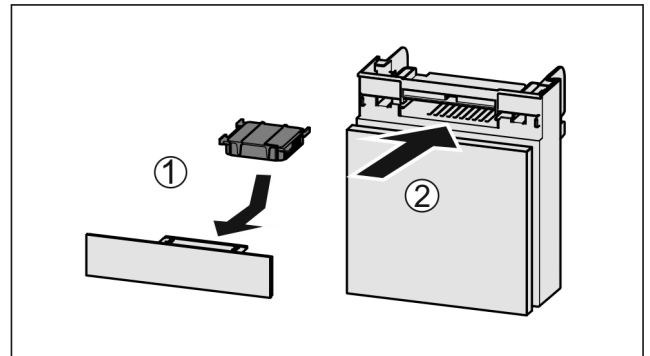

Fig. 178
- ▶ Helyezze be Fig. 178 (1) az aktívszén-szűrőt az ábrán látható módon.
- ▶ Tolja be Fig. 178 (2) a rekeszt.